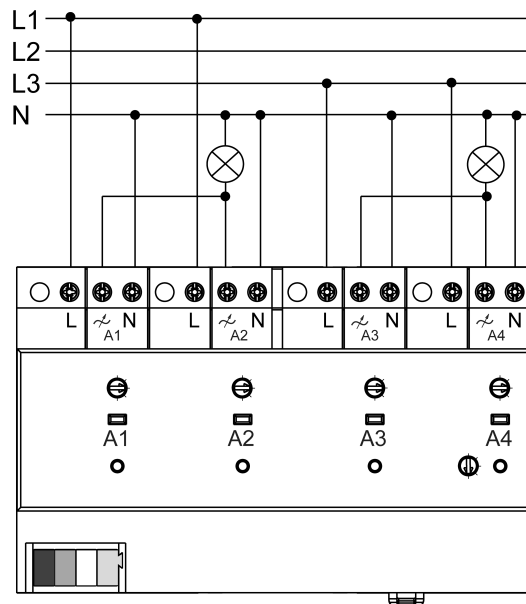

Bild 4: Anslutningsexempel med vardera två parallella utgångar
- Anslut laster enligt anslutningsexemplet (Bild 4).